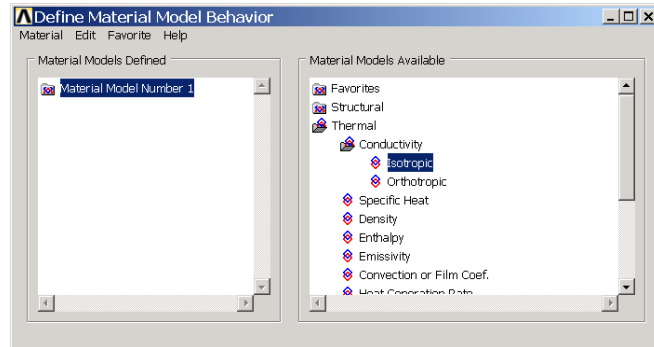

图11.5 定义材料参数
(4) 单击 **Main Menu>Preprocessor>Material Props>Material Models** 菜单，弹出如图 11.5 所示的对话框。